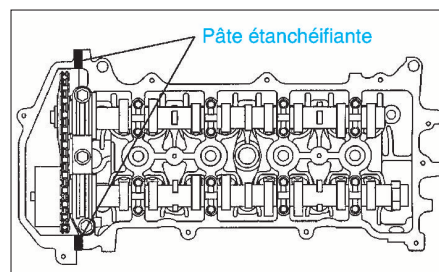

FIG. 25
- et appliquer de la pâte d'étanchéité sur les points indiqués (fig. 25).